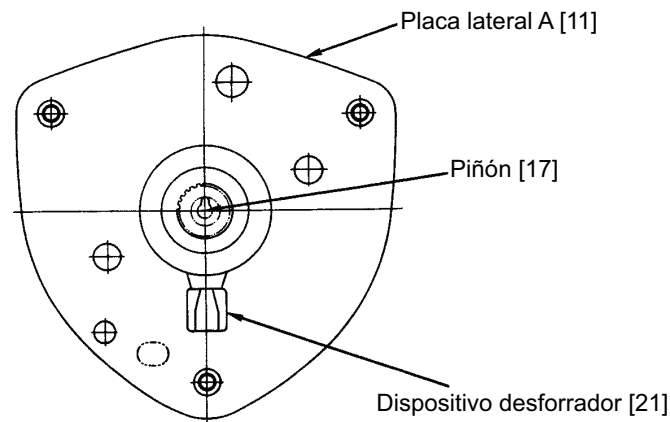

Figura 6-3 Conjunto de la placa lateral/polea de carga
- 3) Inserte la polea de carga [14] con una parte del lado estriado (lado del engrane del piñón) hacia arriba, dentro del rodamiento de bolas [15]. También tiene que insertarse el dispositivo desforrador [21]. Consulte la Figura 6-3.